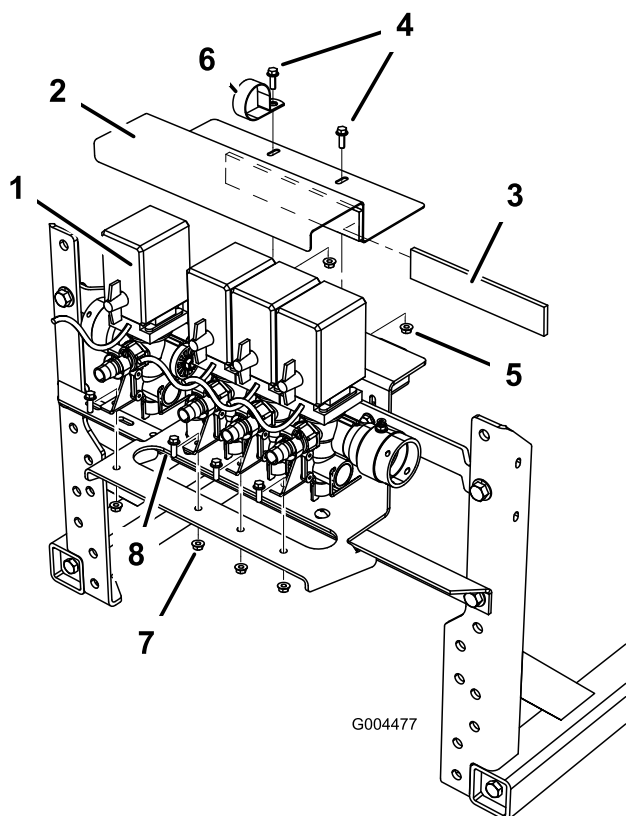

Figure 11
5. Fixez le bloc de vannes au support au moyen des fixations que vous avez retirées précédemment (Figure 11).
- Placez la bande de mousse sur le support supérieur du bloc de vannes (Figure 11).